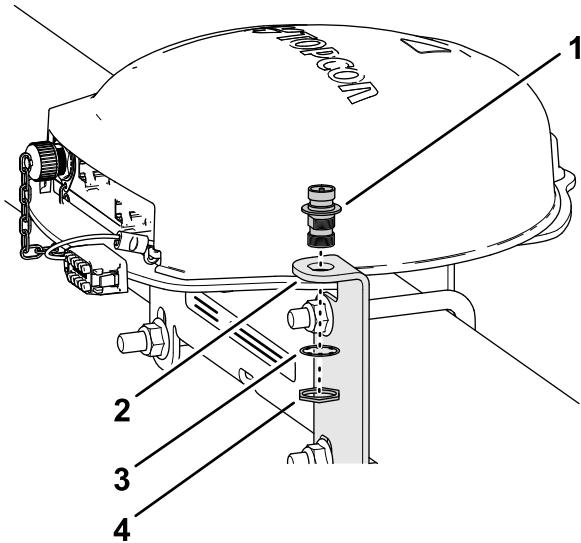

Bild 153
1. Fluchten Sie die Koaxialkupplung durch die Öffnung in der RTK-Antennenhalterung mit dem Schottgewinde der nach unten zeigenden Kupplung aus (Bild 153).
Antennenhalterung und ziehen die Klemmmutter mit der Hand an (Bild 153).